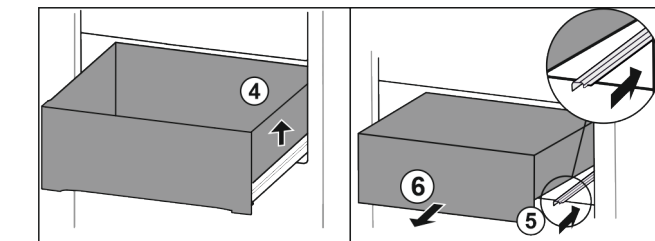

Fig. 90
- ▶ 抬起抽屉右侧。 Fig. 90 (4)
- ▶ 推入右侧轨道。 Fig. 90 (5)
- ▶ 朝前取出抽屉。 Fig. 90 (6)